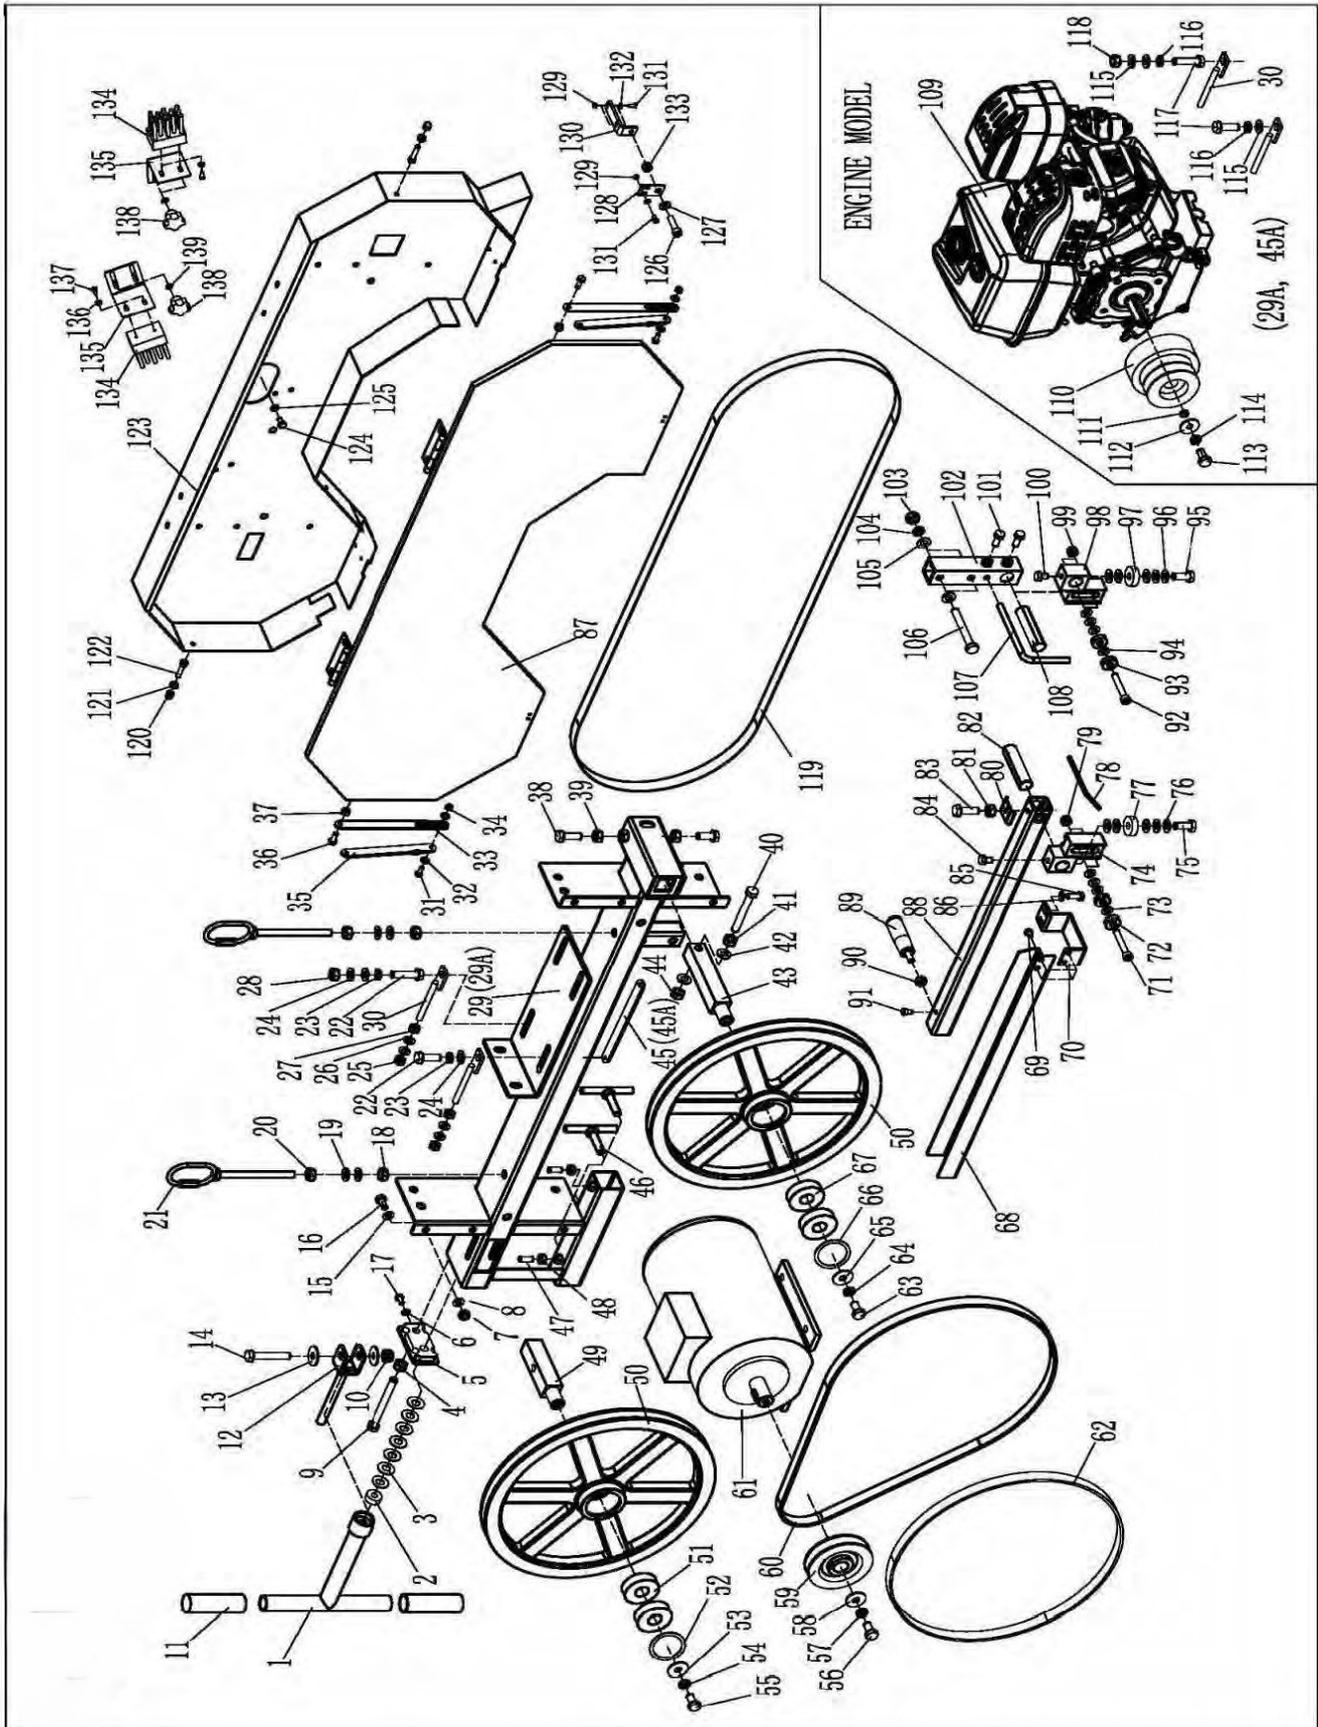

Abb.9-2: Ersatzteilzeichnung A
- Zeichnungsnummer HBBS 400 / 230V - A, Abb. 9-2 Ersatzteilzeichnung 1